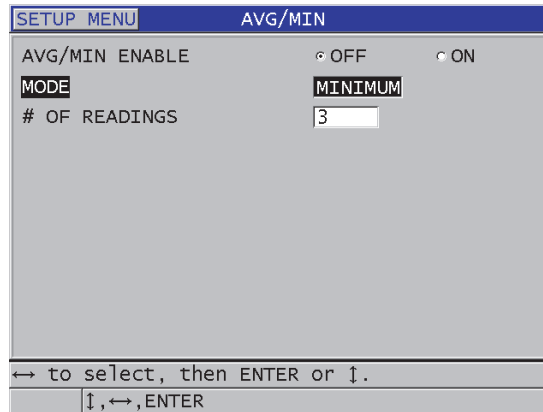

Figura 10-16 Pantalla de medición PROMEDIO/MÍN (AVG/MIN)
3. En la pantalla **PROMEDIO/MÍN** (AVG/MIN) [ver Figura 10-16 en la página 184]:
- a) Determine el parámetro **HABILITAR PROMEDIO/MÍN** (AVG/MIN ENABLE) a **ACTIVADO** (ON) para activar la función de medición de promedio/ mínima.